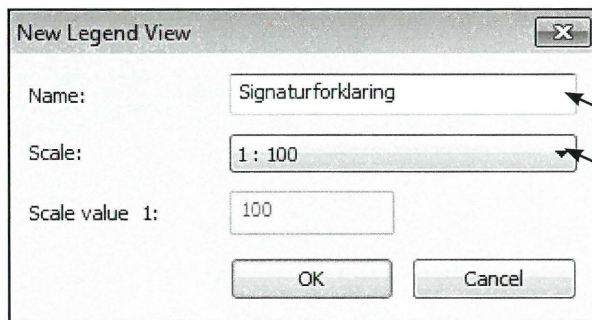

Fig. 12.02. Giv Legend et navn, eksempelvis Signaturforklaring.
- Giv den et navn og beslut dig for en skala ud for *Scale* (Fig. 12.02). Skalaen kan godt laves om senere.